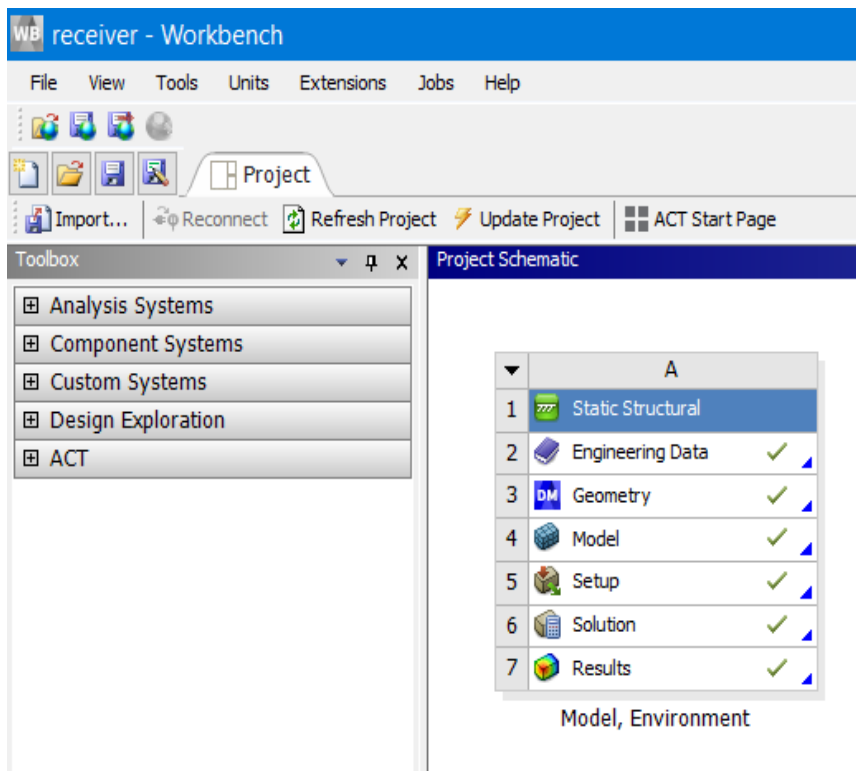

Рисунок 3 – Результаты импорта модели
2. Выбираем File → Open. Затем в появившемся окне выбираем файл с именем receiver.wbpz. Сохраняем проект с именем receiver и расширением wbpj. В результате в окне Project Schematic появится аналитический блок, который будем использовать в качестве заготовки для нашей модели (рисунок 3).